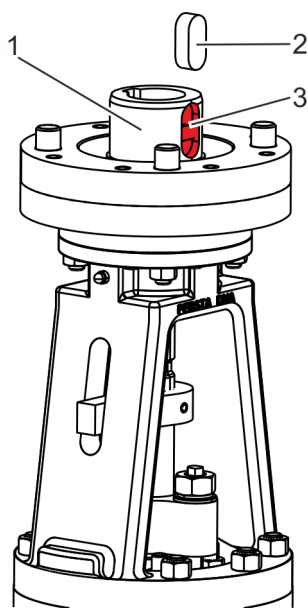

Fig. 27: Colocar la chaveta
6. → Coloque la chaveta (Fig. 27/2) en el chavetero (Fig. 27/3) situado en el collar (Fig. 27/1).